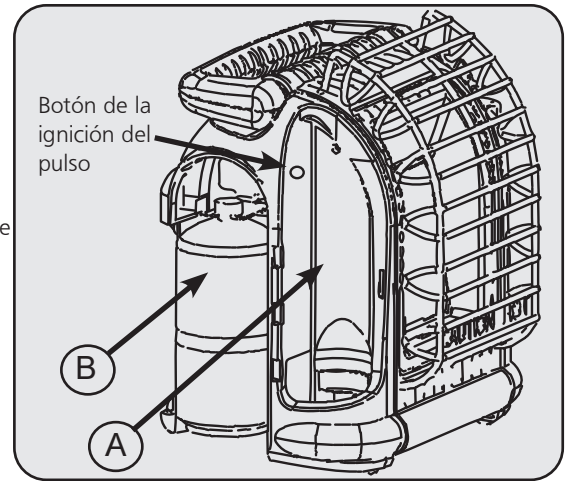

Figura 5
6. Gire la perilla de control hacia la izquierda para Posición "PILOTO" y presiónelo. Ver Figura 3. Presione el botón de la ignición del pulso situado en el compartimiento accesorio (véase la Figura 5, la paginación 6), mientras que sujeta el botón experimental hacia abajo.
- Inspeccione visualmente la llama del piloto y el quemador periódicamente durante su uso. La llama del piloto debe ser de color azul (no amarilla) y debe extenderse más allá de la termocupla. La llama rodeará la termocupla justo debajo de la punta. Ver Figura 5.
2. Quite (4) cuatro tornillos que aseguran la tapa trasera (ref.# 3) al calentador.
4. Quite (4) cuatro quemador que retiene tornillos y línea de combustible de la asamblea de quemador. Quite la asamblea de quemador (ref.# 25) de la espalda del alojamiento.
6. Inspeccione y limpie el orificio principal del quemador (ubicado en el soporte del piloto con una contratuerca). Orificio el soporte está unido al conjunto de quemador venturi con (2) dos empulgueras.
7. Inspeccione y limpie el piloto (montado en el soporte) con una aspiradora o con aire a presión a través de los orificios en el piloto los cuales se indican con flechas en la Figura 5.